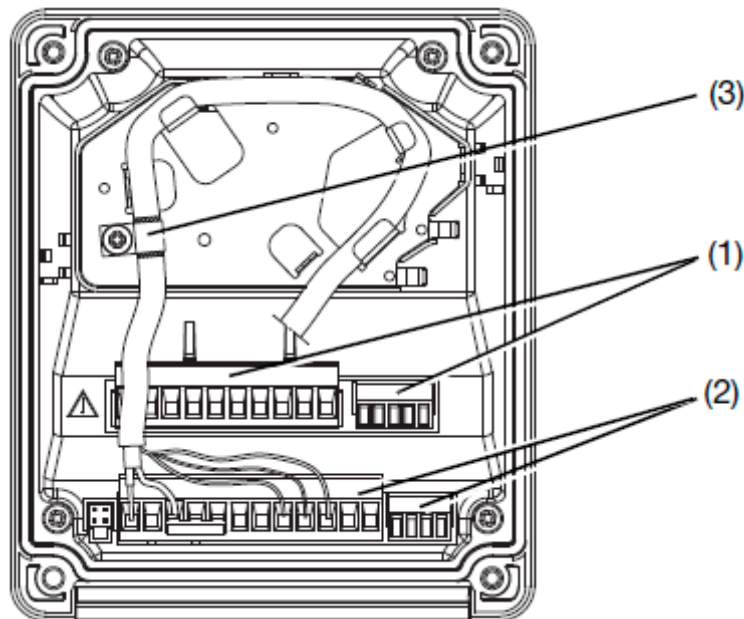

Abb. D-3 Anschlussbild
4. Die im Lieferumfang enthaltenen Komponenten der pH-Wert- oder Redox-Überwachung sind werkseitig fertig am Messumformer (Anschlussbild Abb. D-3) angeschlossen.